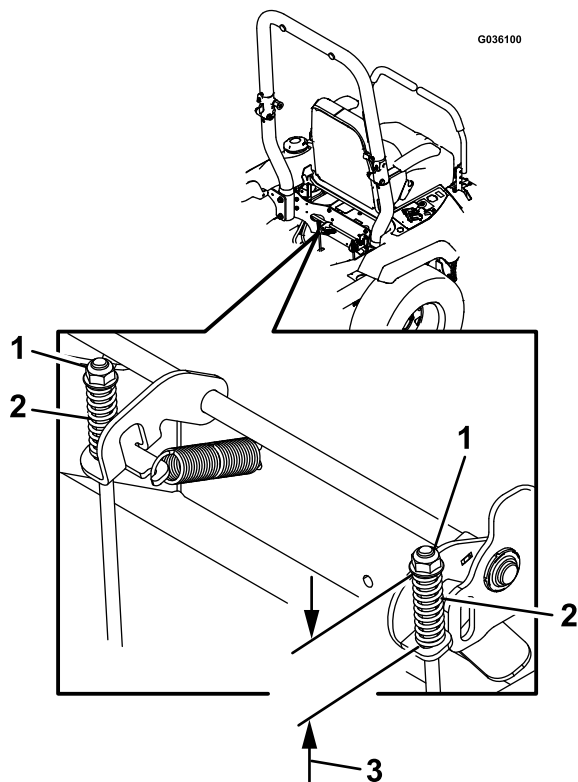

Figure 62
7. Contrôlez les deux longueurs de ressort comme montré à la Figure 62. Si un réglage est nécessaire, tournez l'écrou supérieur dans le sens horaire pour raccourcir le ressort, et dans le sens antihoraire pour l'allonger.